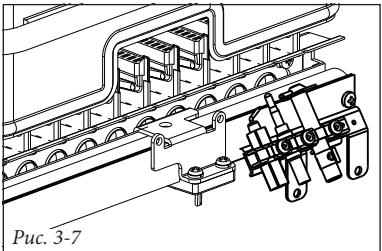

Рис. 3-7
- отедините запальную горелку в сторону (Рис. 3-7);